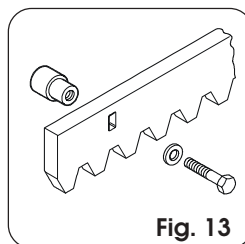

Fig. 13
4.4.1. STEEL RACK TO WELD (Fig. 13)